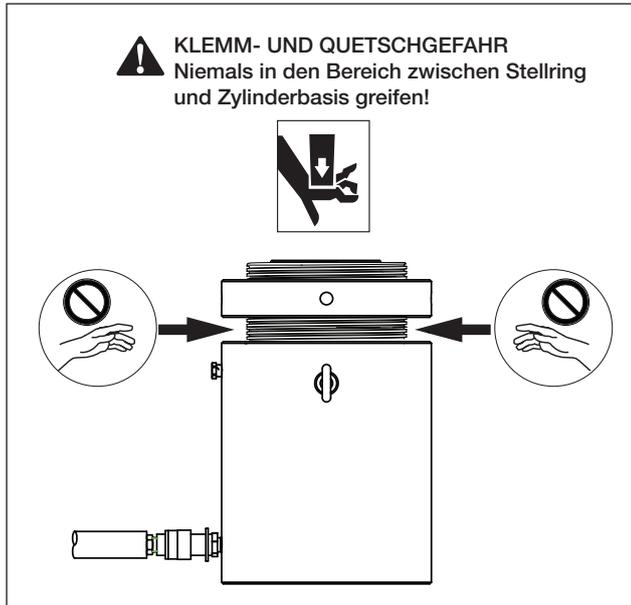

Abbildung 1, Klemm- und Quetschgefahr
**⚠️ WARNUNG** Niemals in den Bereich zwischen dem Stelling des Zylinders und der Oberseite der Zylinderbasis greifen. Wenn der Zylinder eingefahren wird und sich in diesem Bereich Hände, Finger oder andere Körperteile befinden, kann dies schwere Verletzungen zur Folge haben. Siehe Abbildung 1.